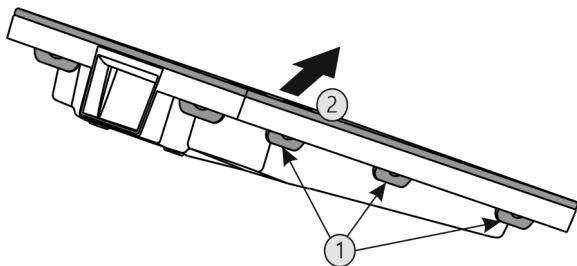

Fig. 52
- ▶ Postupne stlačte všetky spony Fig. 52 (1) a odoberte kryt Fig. 52 (2).